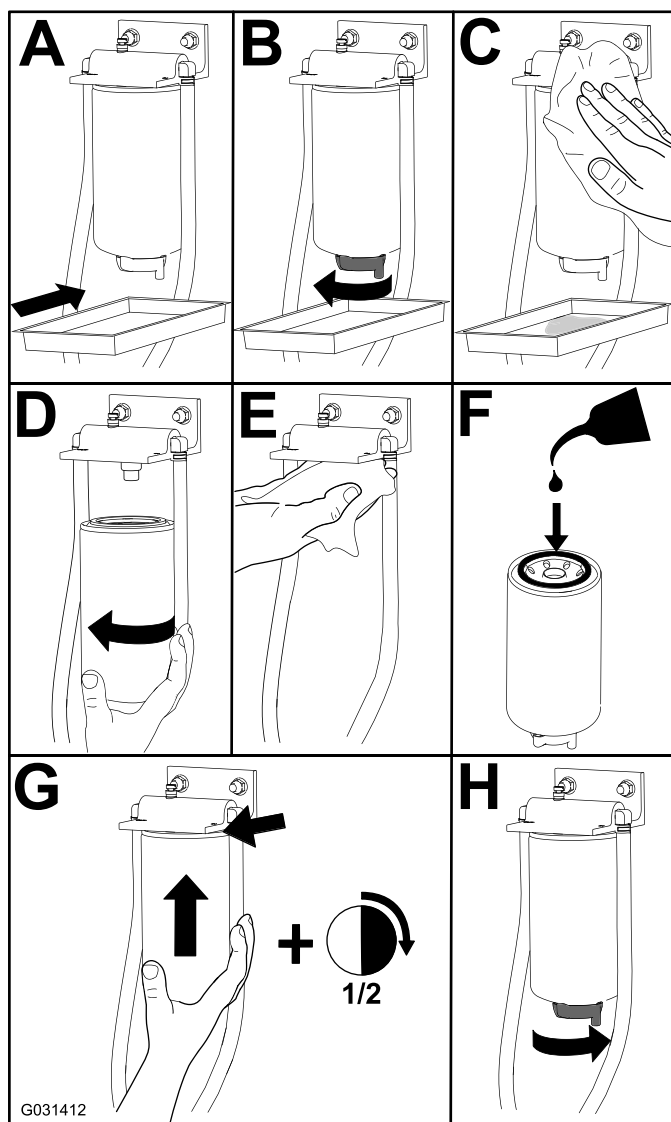

Figura 43
1. Sustituya el filtro tal y como se muestra en la Figura 43.